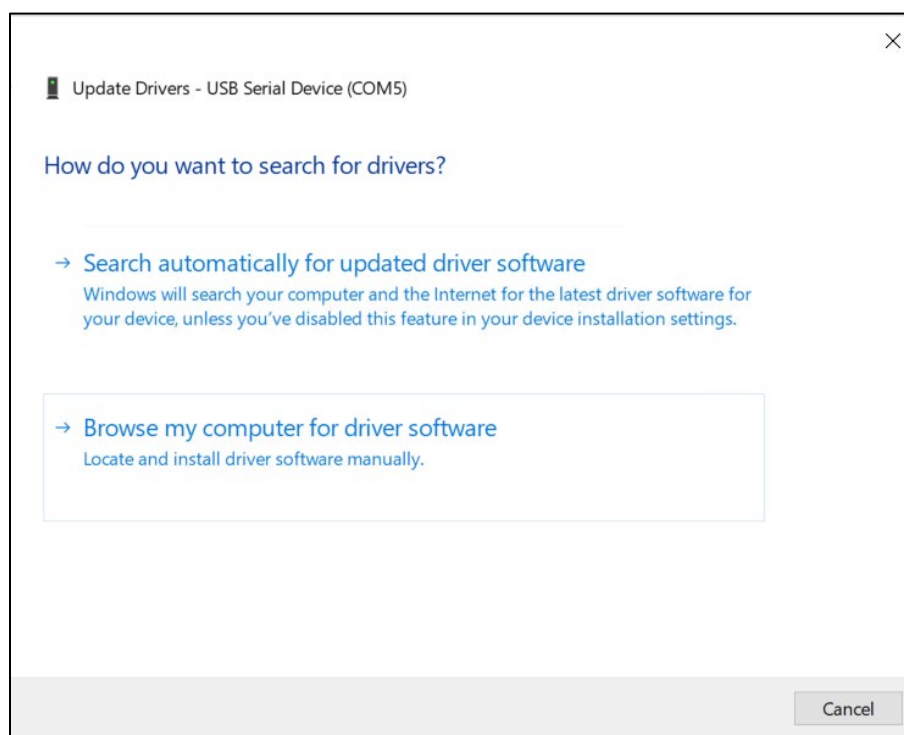

Figura 64-6. Examinar Mi Computadora, para encontrar el software del controlador
- Paso 5. Seleccione Examinar mi computadora para encontrar el software del controlador, como se muestra en Figura 64-6.